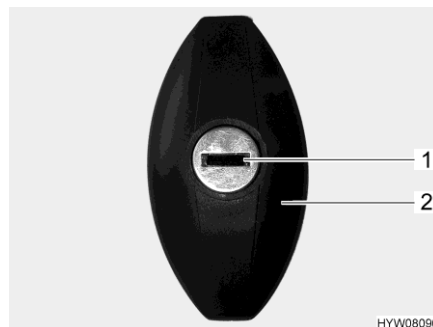

Fig. 34 Serrure du portillon (en forme d'ellipse, fermée)
- Insérer la clé dans le barillet (Fig. 34,1) et la tourner d'un demi-tour dans le sens inverse des aiguilles d'une montre. La poignée de la serrure (Fig. 34,2) ressort.